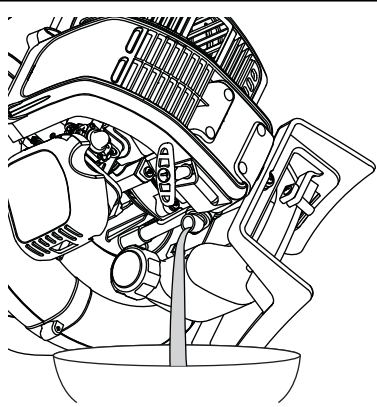

Fig. 21
- Versez l'huile de l'orifice de remplissage dans un récipient en inclinant l'appareil à la verticale (Fig. 21). Allouez assez de temps pour une vidange complète.